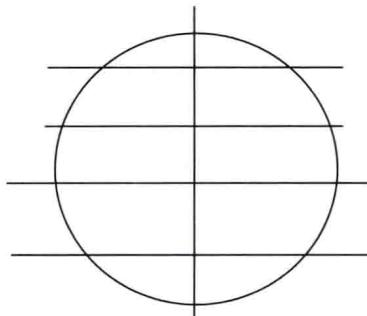

图 1-3 正圆和直线
3. 选择直线工具，按住【Shift】键，在窗口中点击并拖动，当穿过正圆时松开鼠标。同样的方法多绘制几根。垂直的直线要求穿过圆心。形成如图 1-3 所示的效果。